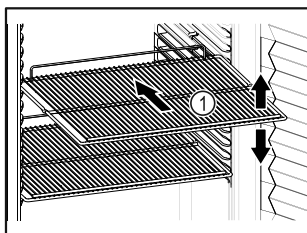

Fig. 18 Príklad zobrazenia
- ☐ Ak sa dajú odkladacie rošty Fig. 18 (1) premiestniť, prispôbte výšku.